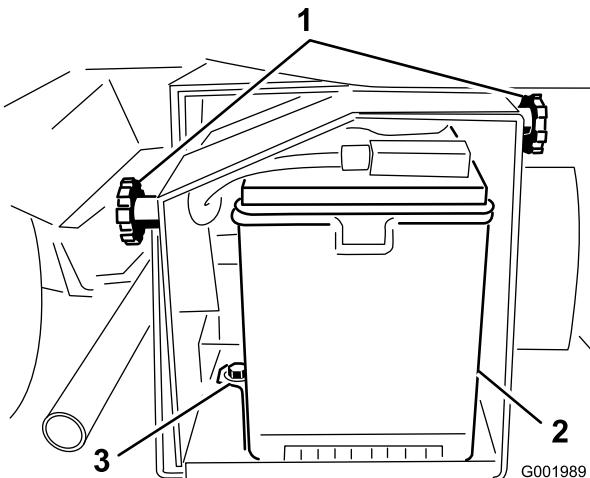

Figura 54
- Allentate le manopole ai lati della cassetta della batteria e togliete il coperchio della batteria (Figura 54).
5. Togliete la cinghia della batteria e i dispositivi di fermo (Figura 54).
2. Montate la cinghia della batteria e fissatela con i dispositivi di fermo tolti in precedenza (Figura 54).
4. Montate il coperchio della batteria e fissatelo con le due manopole (Figura 54).
1. Allentate le manopole ai lati della cassetta della batteria e togliete il coperchio della batteria (Figura 54).